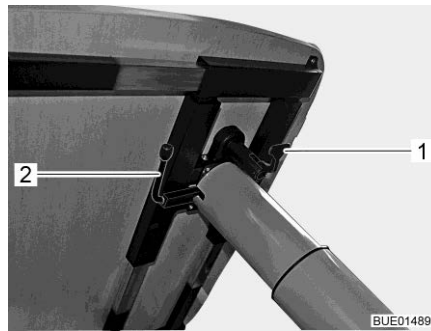

Fig. 76 Regolazione del tavolo rialzabile
- Tirare verso il basso la leva di serraggio (Fig. 76,1).
- Ruotare la leva (Fig. 76,2) sotto il piano del tavolo di 180° in senso orario. Il meccanismo di sollevamento nel piede del tavolo viene sbloccato.
- Ruotare la leva (Fig. 76,2) sotto il piano del tavolo di 180° in senso orario. Il piano del tavolo va automaticamente verso l'alto fino al fine corsa.